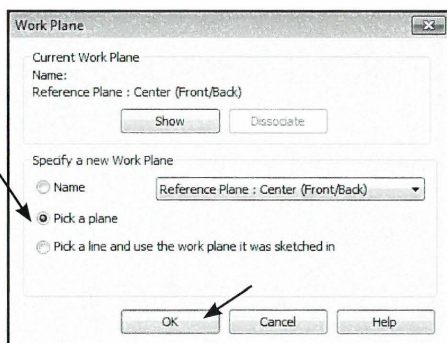

Fig. 05.16. Vælg selv Work Plane med Pick a Plane.
- Vælg *Pick a Plane* og derefter *OK* (Fig. 05.16).